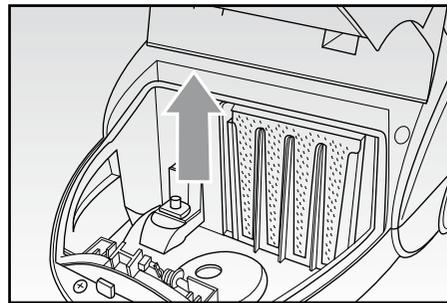

Fig. 9
- Far scorrere fuori il comparto il filtro (Fig. 9).